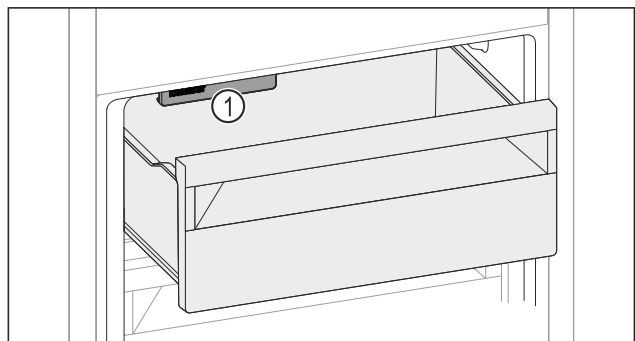

Fig. 115
- ▶ Слідкувати за функцією IceMaker Fig. 115 (1).